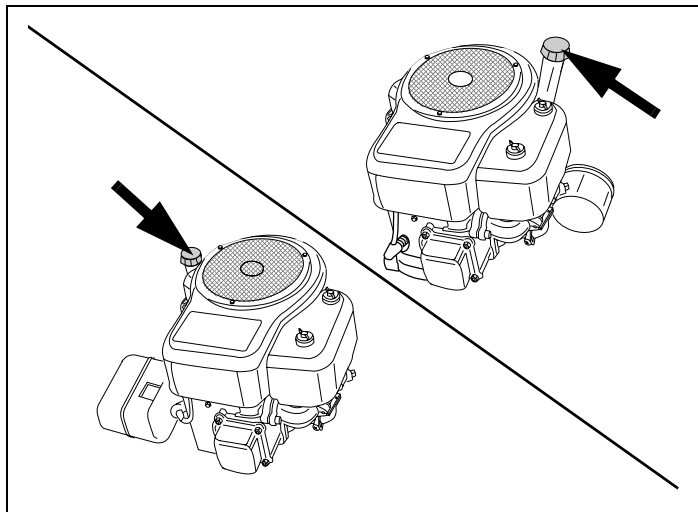

Figure 20. Emplacements des bouchons de remplissage d'huile
8. Remplissez avec de l'huile recommandée. Consultez les directives de la section « III. Caractéristiques de l'huile et du carburant » à la page 3. Consultez le « Tableau 1. Huile moteur recommandée » à la page 3. Voir la Figure 20.